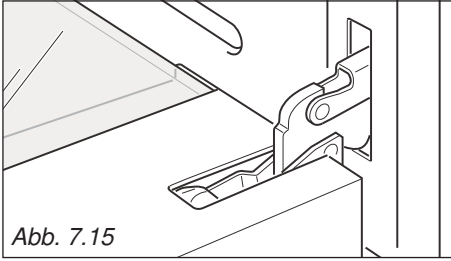

Abb. 7.15
- Die Ofentür ganz öffnen (Abb. 7.15)